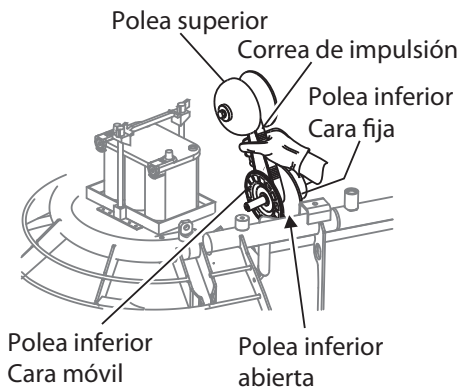

Figura 18. Expansión de la polea de impulsión inferior
1. Quite la rejilla del izquierdo y abra la “almeja” izquierda (vea la Figura 4) para tener acceso a la correa de impulsión, la correa de impulsión de repuesto y las poleas (Figura 17). Apriete la correa de impulsión según se muestra en la Figura 18 y tire de la correa trapecial hacia arriba. Así se apartarán las caras de la polea de impulsión inferior.